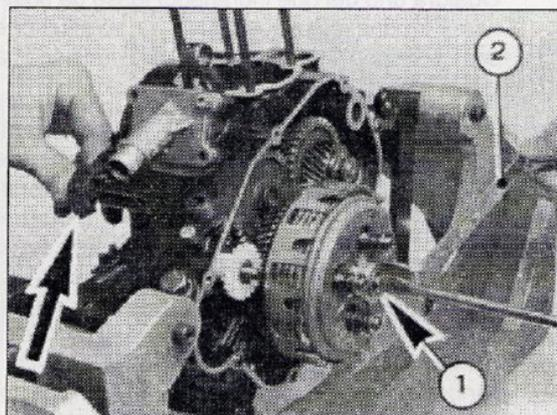

Fig. 48
- 17) LA corretta posizione di funzionamento della frizione si verifica quando la leva nella posizione indicata dalla freccia (Fig. 48) è parallela al piano appoggio coperchio.
- 17) THE correct clutch operating position is when the lever in the position indicated by the arrow (Fig. 48) is parallel to the surface on which the cover rests.
Per ottenere tale condizione agire sul registro (1-Fig. 48) posto sul disco terminale, usando l'apposita chiave (2-Fig. 48).
To obtain this condition, turn the lock washer (1-Fig. 48) on the end disc (friction plate) using the special wrench (2-Fig. 48).